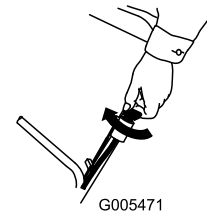
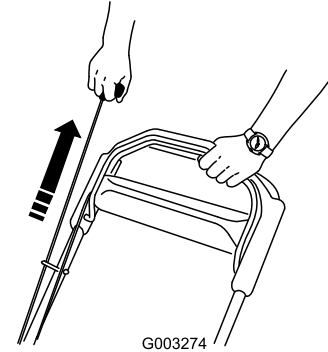

Figure 14
Figure 15
2. Tournez la clé de contact (Figure 14) (modèle à démarrage électrique uniquement) ou tirez la poignée du lanceur (Figure 15).